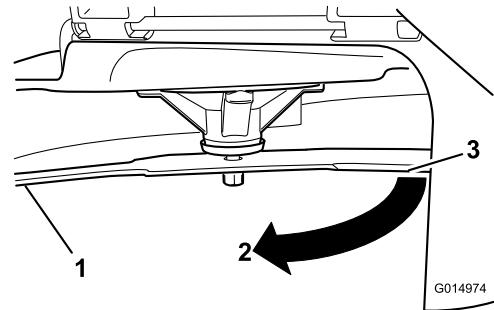

**Figure 66**
2. Enfilez des gants épais ou utilisez une autre protection adéquate pour les mains, et faites tourner la lame lentement jusqu'à une position permettant de mesurer correctement la distance entre le tranchant et la surface plane sur laquelle se trouve la machine (Figure 66).